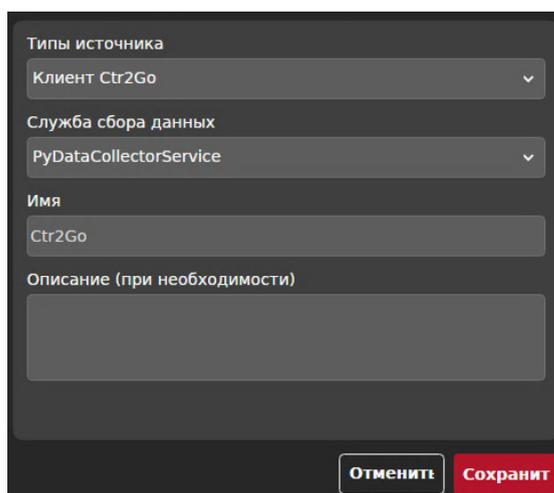

Рисунок 4.1 – Создание источника «Клиент Ctr2Go»
- 2) Нажмите кнопку  и в открывшемся окне (рисунок 4.1) из выпадающего списка Тип источника выберите «Клиент Ctr2Go», а из выпадающего списка «Служба сбора данных» выберите настроенную в п. 2 службу коллектора данных PyDataCollectorService.